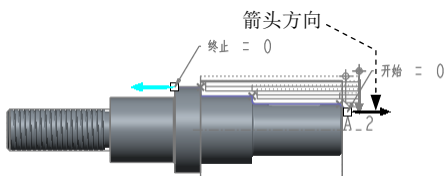
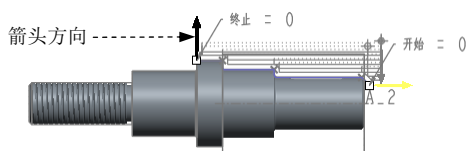

图 10.3.40 开始的延伸方向
图 10.3.41 结束的延伸方向
Step7. 定义延伸方向。在“区域车削切削”对话框中的 **开始延伸** 下拉列表中选择 **Z 正向** 选项，此时延伸方向如图 10.3.40 所示；在 **结束延伸** 下拉列表中选择 **X 正向** 选项，此时延伸方向如图 10.3.41 所示。